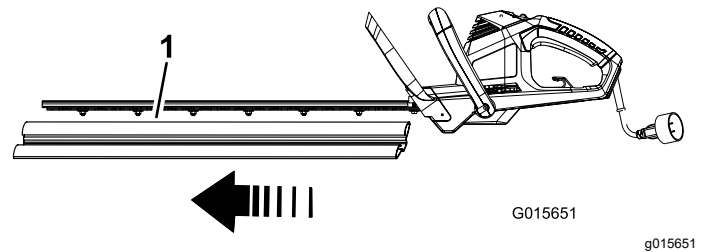

Figura 2
1. Retire la funda protectora de las cuchillas (Figura 2).